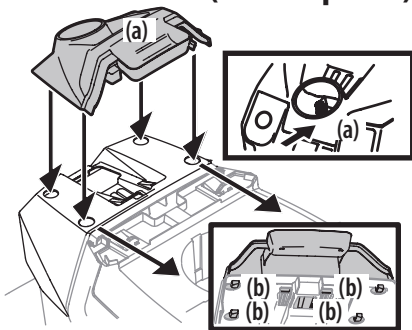

Figura 8
- Para instalar la cubierta del tablero (a), alinee las lengüetas (b) de la cubierta del tablero (c) con los orificios de la parte superior del tablero como se muestra en la Figura 8.
- Coloque las lengüetas (b) en los orificios de la parte superior del tablero y empuje hacia adelante (c) la cubierta del tablero (a) para trabarla en su lugar. Consulte la Figura 8.